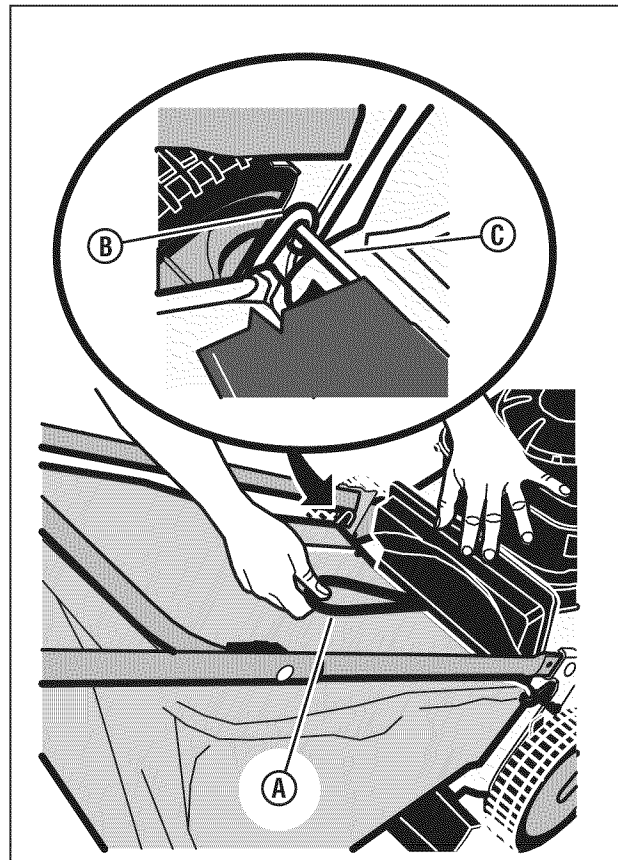

Figura 13: Instalación de la bolsa de césped
3. Agarrando el mango de la bolsa para hierba (A, Figura 13), instale la bolsa para hierba en el cortacésped asegurándose de que los ganchos de la bolsa (B) estén enganchados en la varilla del eje de la puerta posterior (C).